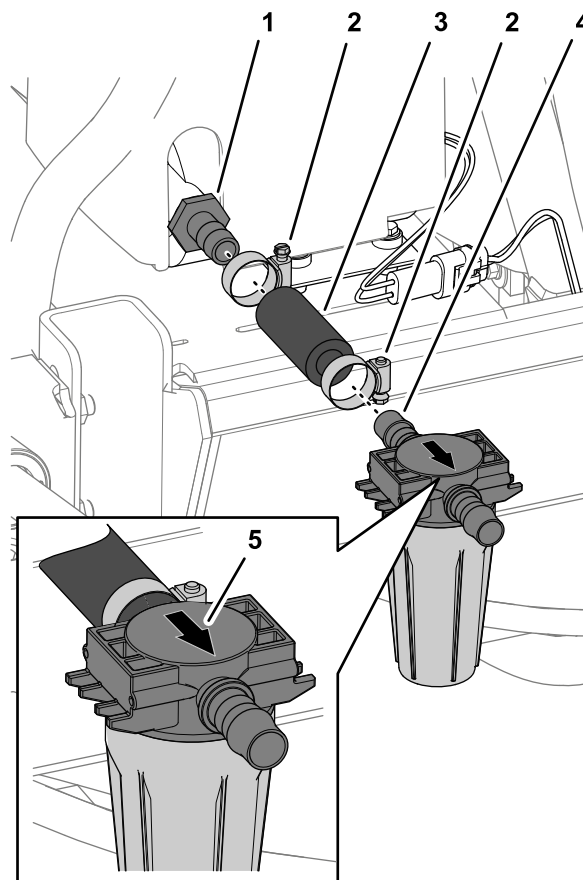
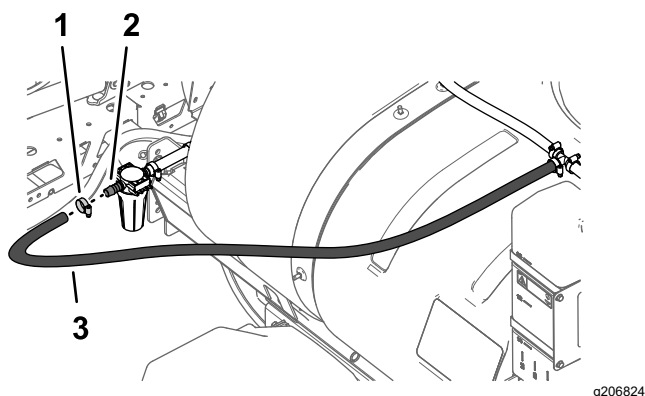

Рисунок 30
Рисунок 31
2. Наденьте шланг длиной 20,3 см, который вы отрезали при выполнении действий, описанных в разделе Обрезание шланга \(страница 6\), на наружный прямой штуцер типа «елочка» насоса промывочного бака с помощью шлангового хомута и затяните хомут от руки (Рисунок 30).
3. Вставьте прямой штуцер типа «елочка» на входе головки фильтра (фильтра в сборе) в шланг длиной 20,3 см и закрепите с помощью шлангового хомута, не затягивая его (Рисунок 30).
4. Наденьте свободный конец шланга размером 1,9 x 180 см на прямой штуцер типа «елочка» на выходе головки фильтра, закрепив шланговым хомутом (Рисунок 31).
5. Отрегулируйте положение головки фильтра таким образом, чтобы стакан фильтра в сборе был установлен вертикально, и затяните 2 шланговых хомута от руки (Рисунок 30 и Рисунок 31).